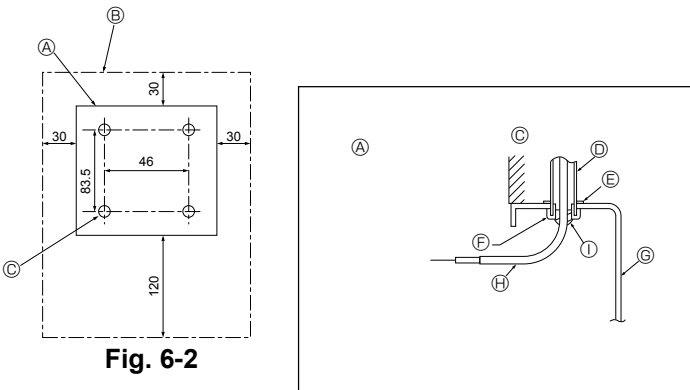

Fig. 6-2
(1) Выберите место установки пульта дистанционного управления. (Fig. 6-2) Датчики температуры расположены как на пульте дистанционного управления, так и в внутреннем приборе.
[Fig. 6-2]